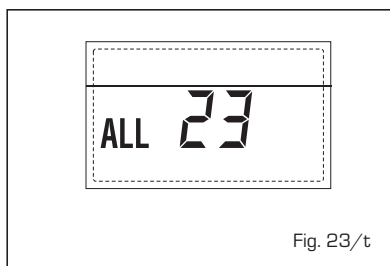

Fig. 23/t
- **ANOMALÍA SONDA RETORNO CALEFACCIÓN "ALL 30" (fig. 23/u)**